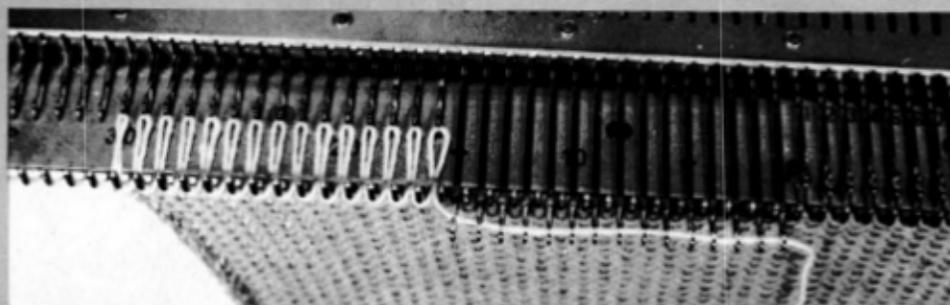

Fig. 173
- Prendre le cordonnet et tricoter à la main, avec ce cordonnet, les mailles à mettre en "attente" en poussant les aiguilles en A (fig. 173),